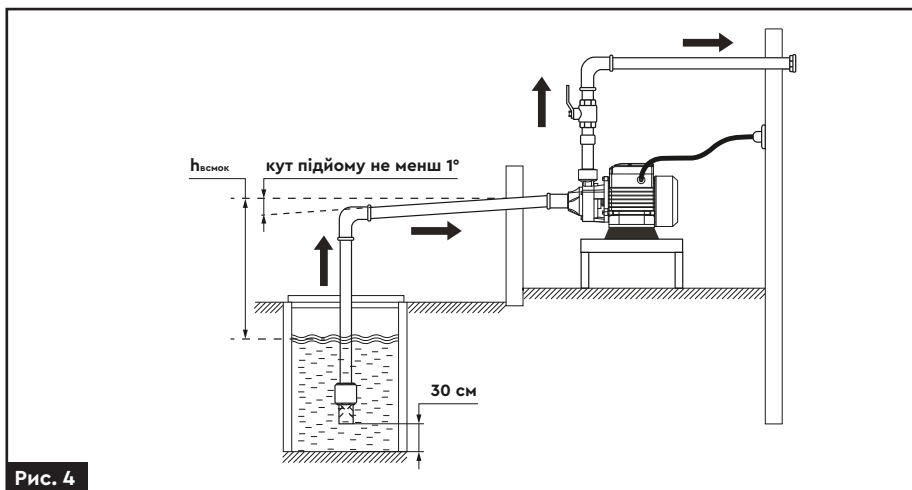

Рис. 4
- › Для запобігання потрапляння піску і каміння в насосну частину, встановіть зворотний клапан з фільтром грубого очищення, вертикально на відстані 30 см від дна водного резервуару (рис. 4).
- › Необхідно забезпечити безперервний кут підйому труби від джерела водозабору до насоса (не менше  $1^\circ$ ) для виключення скупчення повітря та утворення повітряних пробок (рис. 4).